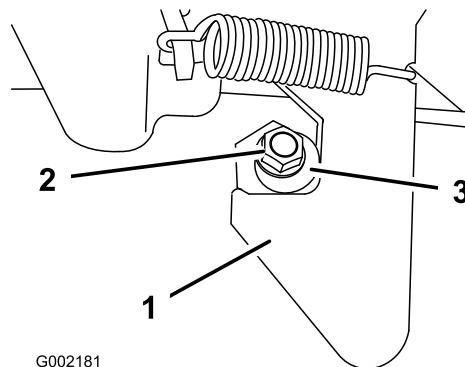

Bild 25
1. Lösen Sie die Mutter am Ende des Verriegelungspfeilers (Bild 25).
2. Drehen Sie den Verriegelungspfeiler nach rechts, bis er am Riegel anliegt. Ziehen Sie dann die Mutter fest (Bild 25).